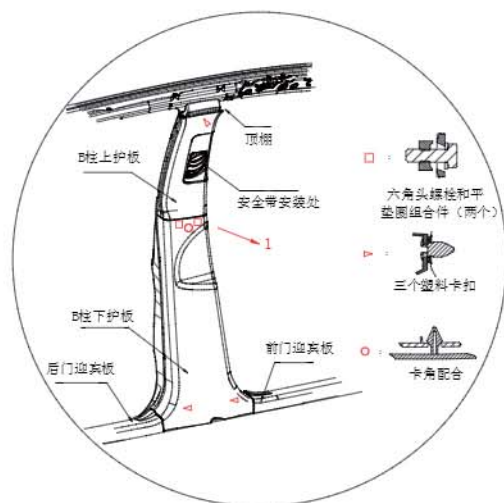

图 7 B 柱护板示意图
7.4 拆除 B 柱下护板沿钣金配合处用双手往外掰（如图 7 方向 1），把塑料卡扣紧固点（2 个）从钣金分离即可拿下 B 柱下护板。注意：另外还需要拆除 B 柱上护板与 B 柱下护板之间配合的 1 个欧米加卡子与 2 个楔行卡脚。